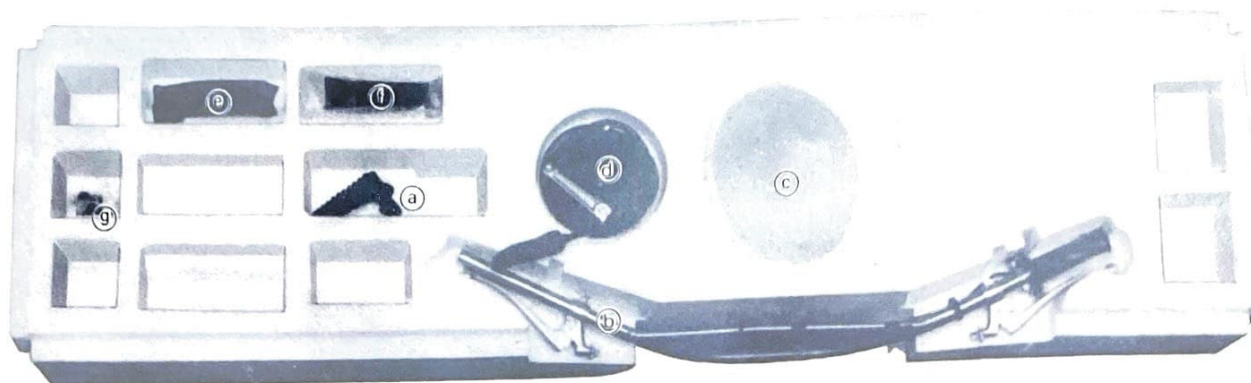

Fig. 5
2. Check the parts contained in the foam styrol case for quantity and damage. If any parts are found damaged, replace. (Fig. 5)
2. Faire l'inventaire des pièces contenues dans la boîte en mousse styrol et vérifier leur état. Si l'on découvre des pièces endommagées, les remplacer. (Fig. 5)